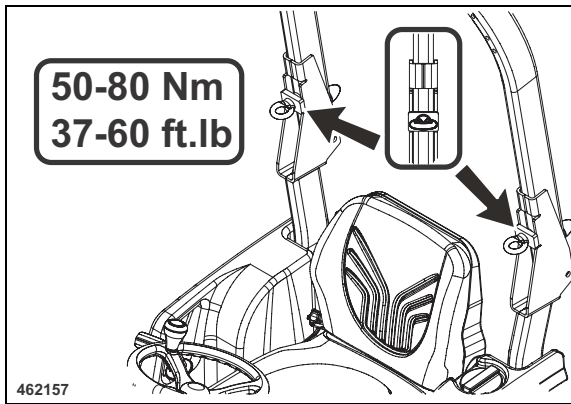

Fig. 112
- Fold up the foldable ROPS (Fig. 112).